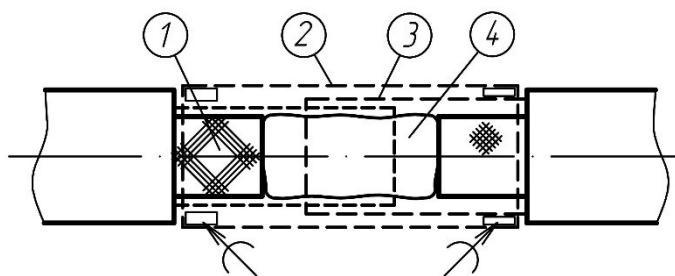

Рисунок 6.9.б
- надвинуть оплетку КС и оплетку КЧ с перекрытием на место соединения, затем сверху надвинуть сетчатый экран, обжать его вокруг полученного соединения и припаять в двух местах к каждому экрану КЧ и КС (рис. 6.9.б.);